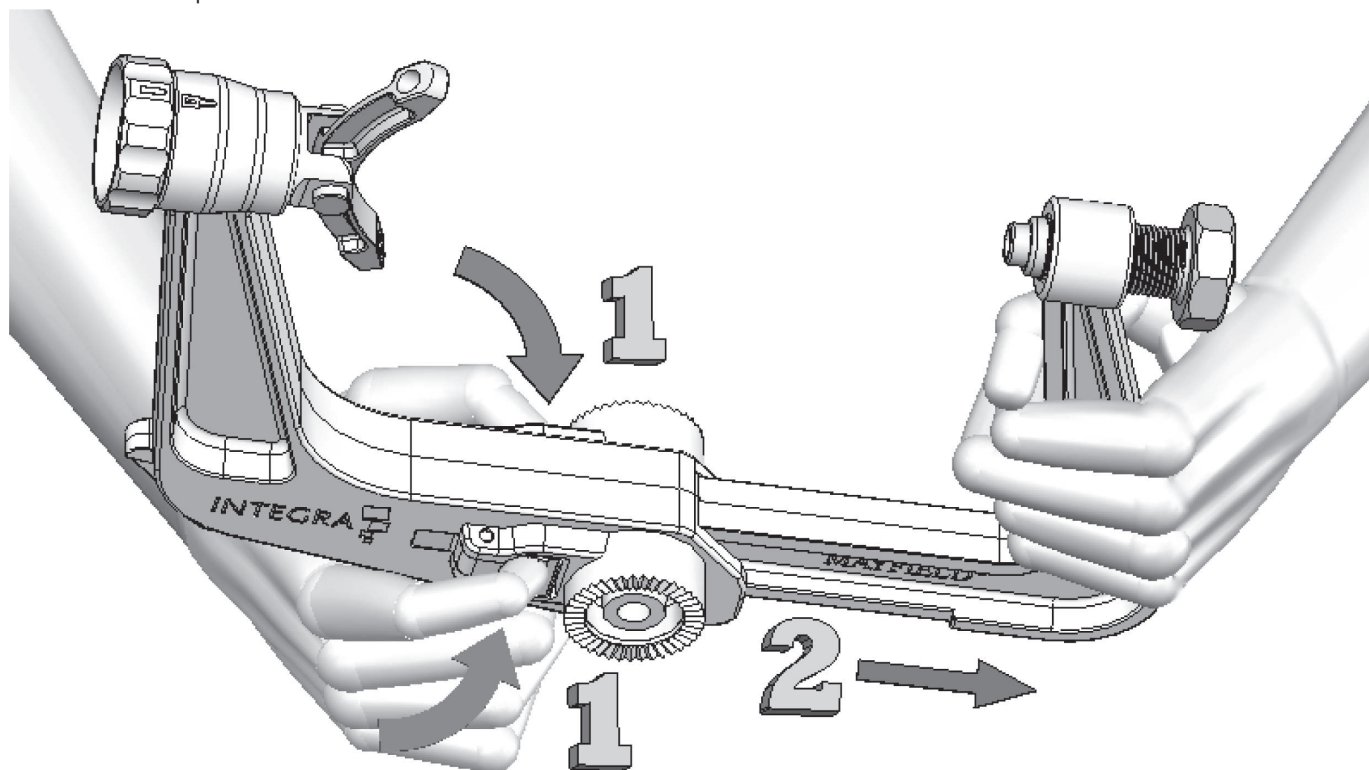

Figura 5 Desconexión de la extensión tipo trinquete
3. Pulsar ambos botones de liberación en la parte del cuerpo del Fijador craneal (véase la Figura 5 a continuación) para desconectar la extensión tipo trinquete y separar las dos mitades del Fijador con movimiento deslizante para facilitar la colocación alrededor de la cabeza del paciente.